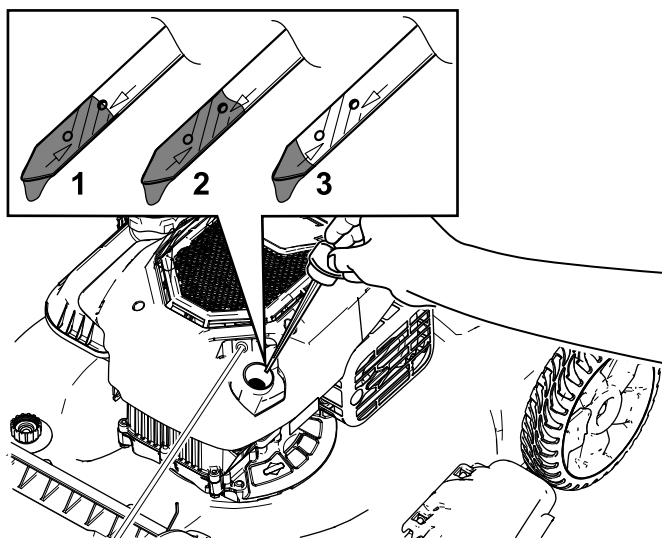

図 25
10. ディップスティックの目印で油量を点検する **図 25**。